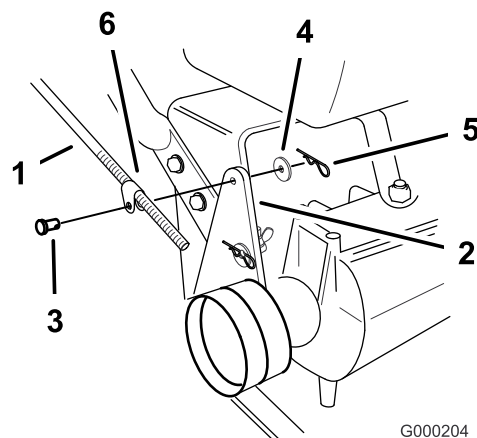

Figure 21
1. Retirez la goupille fendue, la rondelle et l'axe de chape qui fixent la tige de commande au support de la poulie de tension (Figure 21).